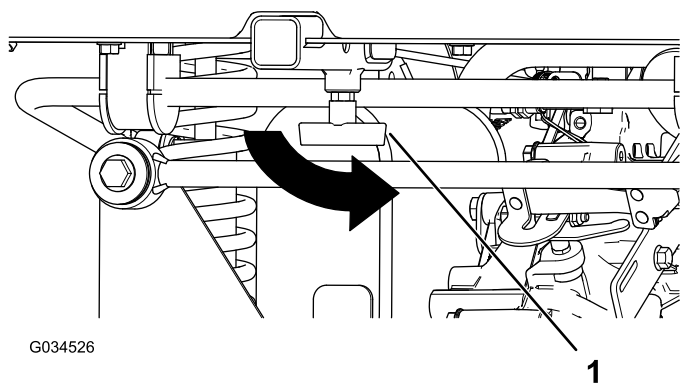

Figure 19
4. Resserrez la poignée en « T » en la tournant dans le sens antihoraire (Figure 19).